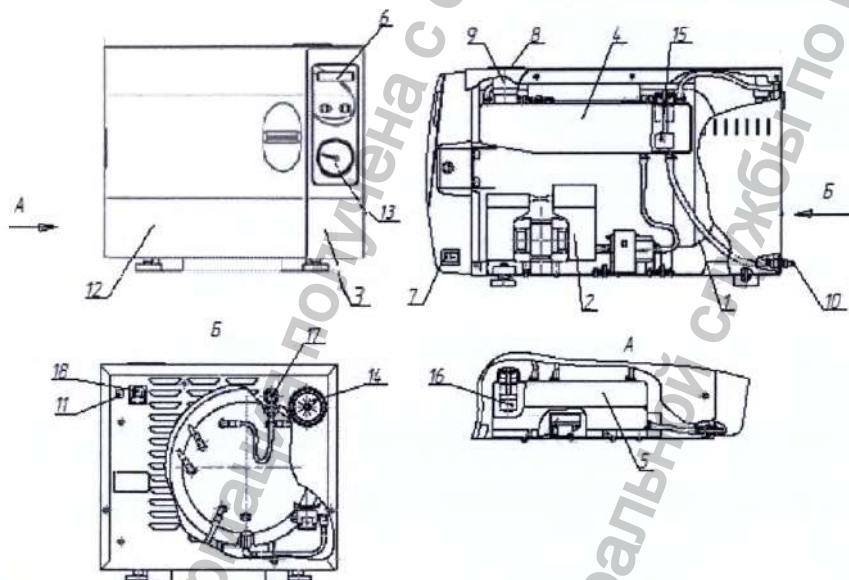
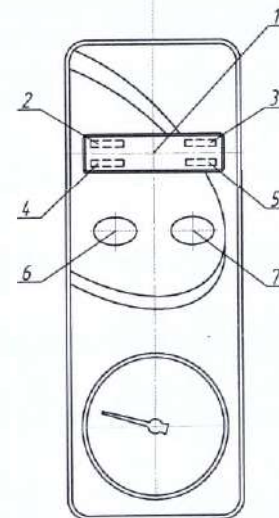

Рисунок 1 – Внешний вид стерилизатора парового ГКа-25-ПЗ в вариантах исполнения КИУС.942711.004-08 и КИУС.942711.004-09 (вид спереди см. Рисунок 1а):
Рисунок 3 - Панель управления:
Рисунок 1а – Внешний вид передней панели стерилизатора парового ГКа-25-ПЗ в варианте исполнения КИУС.942711.004-09.
1.5.1 Основными сборочными единицами стерилизатора являются (см. рисунок 1): стерилизационная камера 1, вакуумный насос 2, блок управления 3, бачок для воды 4, бачок конденсатный 5.
1.5.2 Стерилизационная камера имеет цилиндрическую форму и выполнена из нержавеющей стали (см. рисунок 1). На верхней крышке корпуса стерилизатора расположены отверстия для заливки дистиллированной воды в бачок (горловина), которое закрывается пробкой и отверстие для проверки работы предохранительного клапана, которое закрывается пластиной. На задней стенке корпуса стерилизатора расположен сливной штуцер бачка с дистиллированной водой. На передней стенке корпуса расположен сливной штуцер для слива воды из бачка с конденсатом. Сливные штуцера должны находиться в положении «закрыто». При транспортировании, хранении и т.п. необходимо открыть сливные штуцера и
Мановакуумметр (см. рисунок 1) предназначен для визуального контроля давления в стерилизационной камере.
1.5.10 Фильтр бактериальной очистки (см. рисунок 1) предназначен для очистки атмосферного воздуха, поступающего в стерилизационную камеру на этапе выравнивания давления.
2.2.7 Подключить стерилизатор к сети. Перед подключением стерилизатора к питающей сети убедиться в том, что напряжение сети питания соответствует указанному в руководстве по эксплуатации, и розетка питания имеет заземляющий контакт. Включить сетевой выключатель (поз. 7 рисунок 1).
2.2.8 Открыть пробку (поз. 8 рисунок 1), залить воду вручную через горловину (поз. 9 рисунок 1) в бачок до окончания прерывистого звукового сигнала и (или) пропадания индикации отсутствия воды.
2.3.1 Включите сетевой выключатель (поз. 7 рисунок 1), при этом загорится подсветка дисплея и индицируется основное меню (см. рисунок 3).
При необходимости долейте воды в бачок согласно п. 2.2.8. Стерилизатор готов к работе. Для запуска программы из основного меню (см. рисунок 3) нажмите кнопку ввода 7. При этом запускается последняя выбранная программа стерилизации (в данном случае – установленная